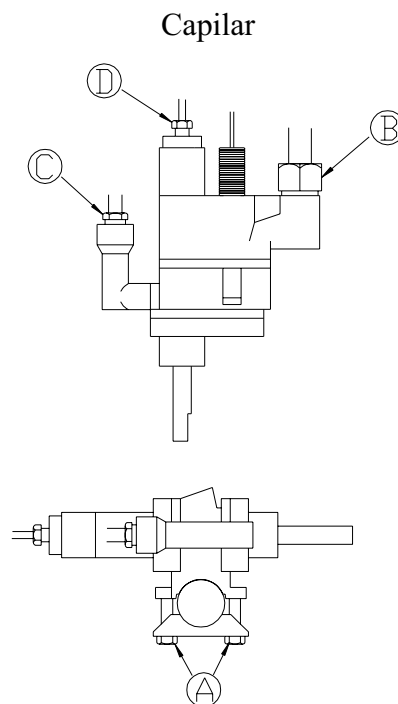

Figure. 10
- Lâcher les vis d'union du robinet à la conduite générale (A) et la conduite brûleur (B) (figure 10)
- Lâcher les raccords d'union du robinet au tuyeau pilote (C) et au thermocouple (D) (figure 10)